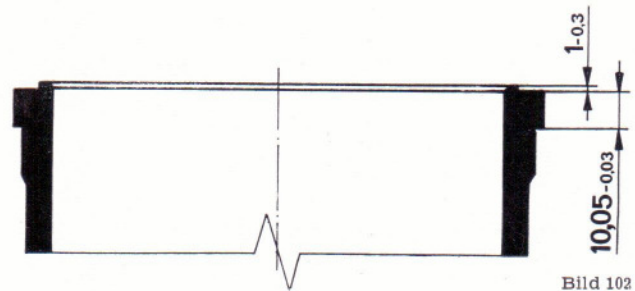

Bild 102
- Höhe des Laufbuchsenbundes feststellen (Bild 102).